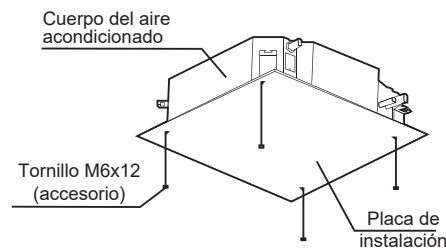

Figura 12
- Una vez que haya levantado y montado la unidad, utilice los tornillos M6x12 (accesorio 5) para fijar la placa de instalación (accesorio 4) en el cuerpo de la unidad. Asegúrese de verificar el tamaño y las posiciones de la abertura en el techo antes de hacerlo. Vea la Figura 12.